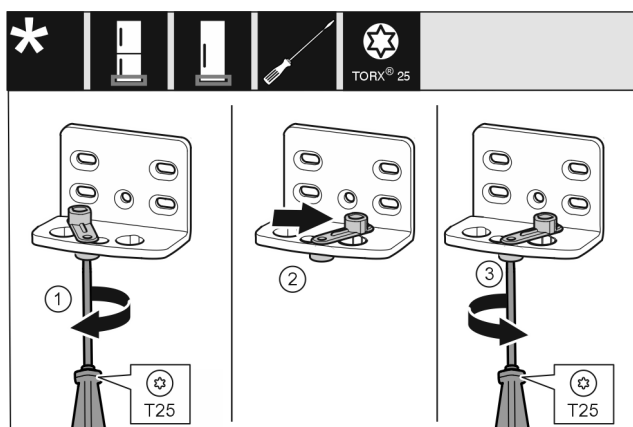

Fig. 11
- ▶ Skrutkovačom T25 voľne zaskrutkujte skrutku. Fig. 11 (1)
- ▶ Pomôcku na zatváranie dverí zdvihnite a otočte o 90° doprava v otvore. Fig. 11 (2)
- ▶ Skrutkovačom T25 pevne zaskrutkujte skrutku. Fig. 11 (3)